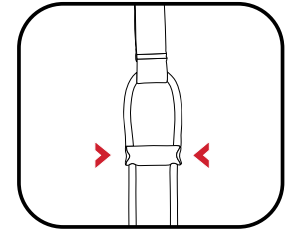

Fig 5
3. Veillez à ce que les sangles soient remises en place dans le boîtier avant utilisation (fig. 5).